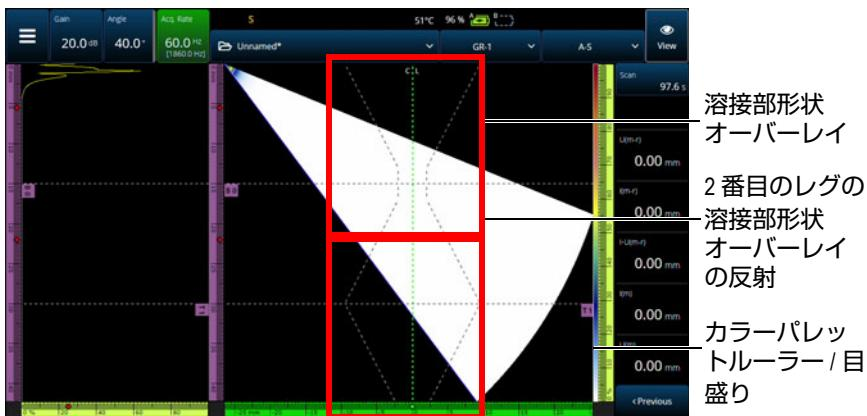

図 2-57 V オフセット溶接形状オーバーレイの例
試験体にオーバーレイ (溶接部またはカスタム) が含まれる場合、オーバーレイの表示を切り替えることができます。オーバーレイは、S-スキャンビュー上に溶接部形状の描画または選択した描画を重ねて表示したものです。この機能は、試験体または溶接部形状に対する欠陥指示の位置づけを視覚化するのに役立ちます (116 ページの図 2-57)。オーバーレイの反射 (2 番目のレグ、3 番目のレグなどを考慮) は、Menu (メニュー) > Display (表示) > Overlay (オーバーレイ) > Multiple Legs (複数レグ) で ON/OFF にできます。
- ◆ カラーパレット（116 ページの図 2-57 の右側にあるルーラー/目盛り）をタップしたまま、Load（読み込み）を選択します。使用可能なカラーパレットを確認し、Open（開く）をタップしてパレットを変更します（120 ページの図 2-60）。